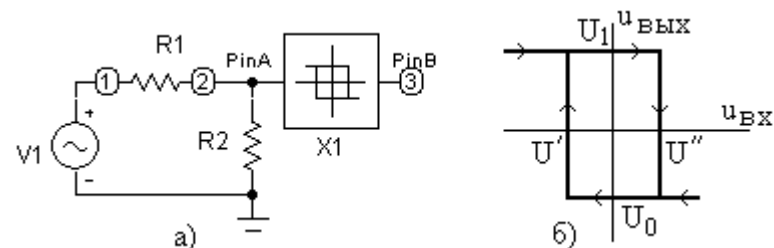

Рис. 1.25
1.9.3. Соберите цепь, показанную на рис. 1.25а, содержащую источник гармонического сигнала и электронное устройство, которое называют «триггер Шмидта» (это макрос с именем Schmitt). Его передаточная характеристика по постоянному току  $u_{\text{ВЫХ}}(u_{\text{ВХ}})$  гистерезисного типа показана на рис. 1.25б и описывается четырьмя основными параметрами модели  $x1 = U'$ ,  $x2 = U''$ ,  $y1 = U_1$  и  $y2 = U_2$ , стрелки показывают направление изменения входного напряжения.